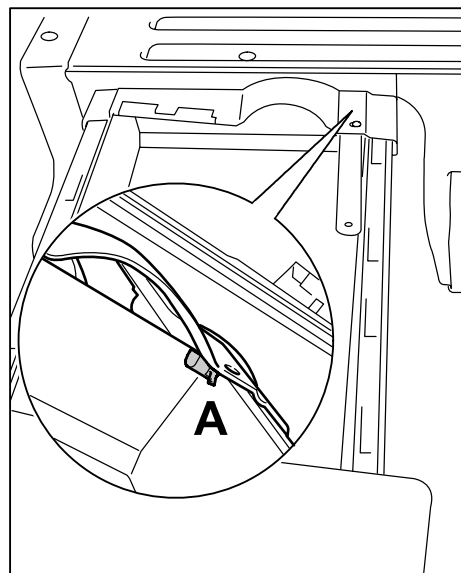

Bild 30
- 10.1.1 Federklammer ⇒ Bild 30